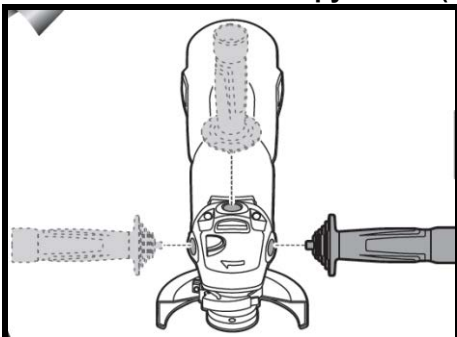

Рис.5
3.4. Установка боковой рукоятки (Рис.5).